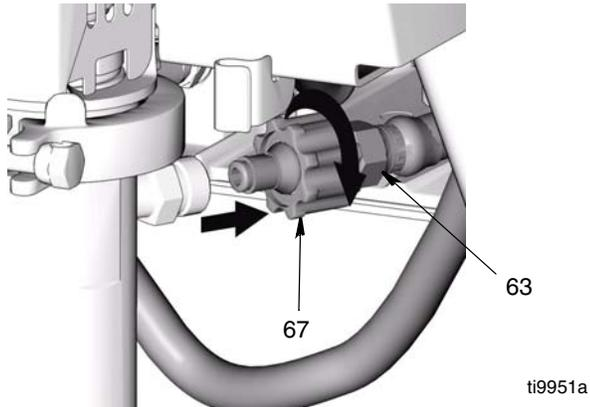

ABB. 7
3. (ABB. 7) Materialschlauchanschluss (67) und Materialschlauch (63) vom Pumpenanschluss abnehmen.